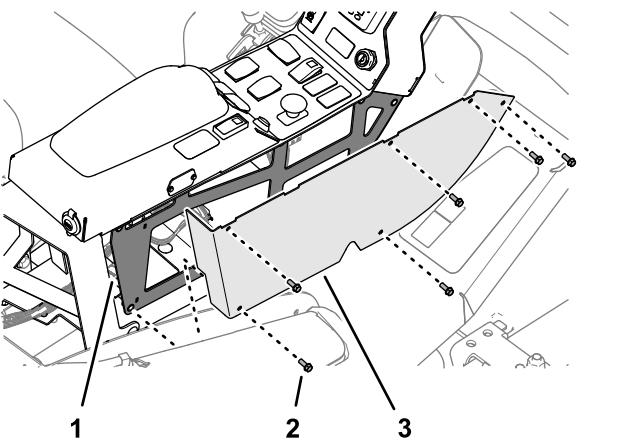

Figure 21
4. Sur le coté extérieur de la console de commande, alignez les trous du couvercle droit de la console sur les trous prévus dans la console (Figure 21)
5. Fixez le couvercle sur la console de commande (Figure 21) avec les 5 vis à embase que vous avez retirées sous Préparation de la console de commande \(page 3\).